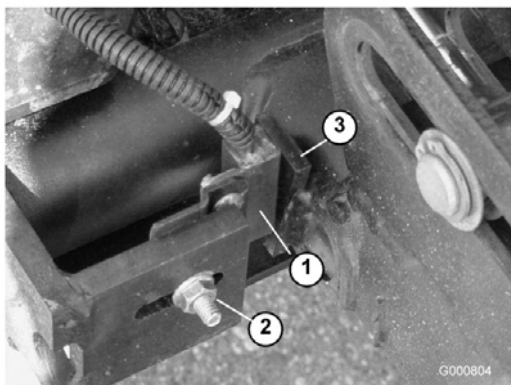

Figura 88
- Desaperte a porca do parafuso de carroçaria que está a fixar o suporte do interruptor do braço de elevação aos braços de elevação n.ºs 4, 6 ou 7 (Figura 88). Veja o n.º 4 na figura.